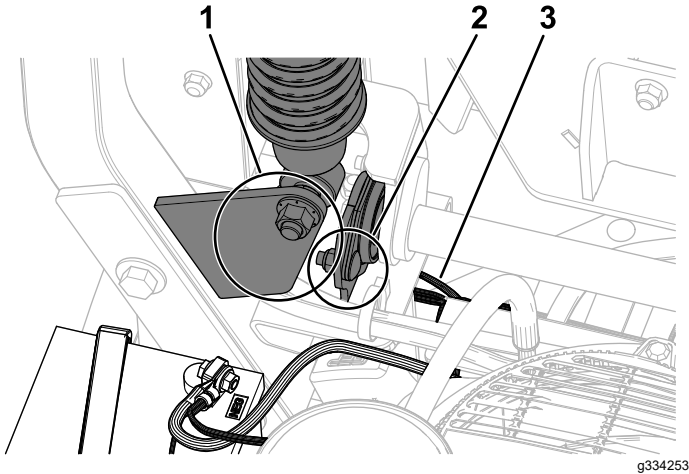

Figure 69
**Remarque:** En máquinas MyRide, asegúrese de que el cable de tierra no roza contra el brazo arrastrado ni contra el soporte inferior del amortiguador (Figure 69).